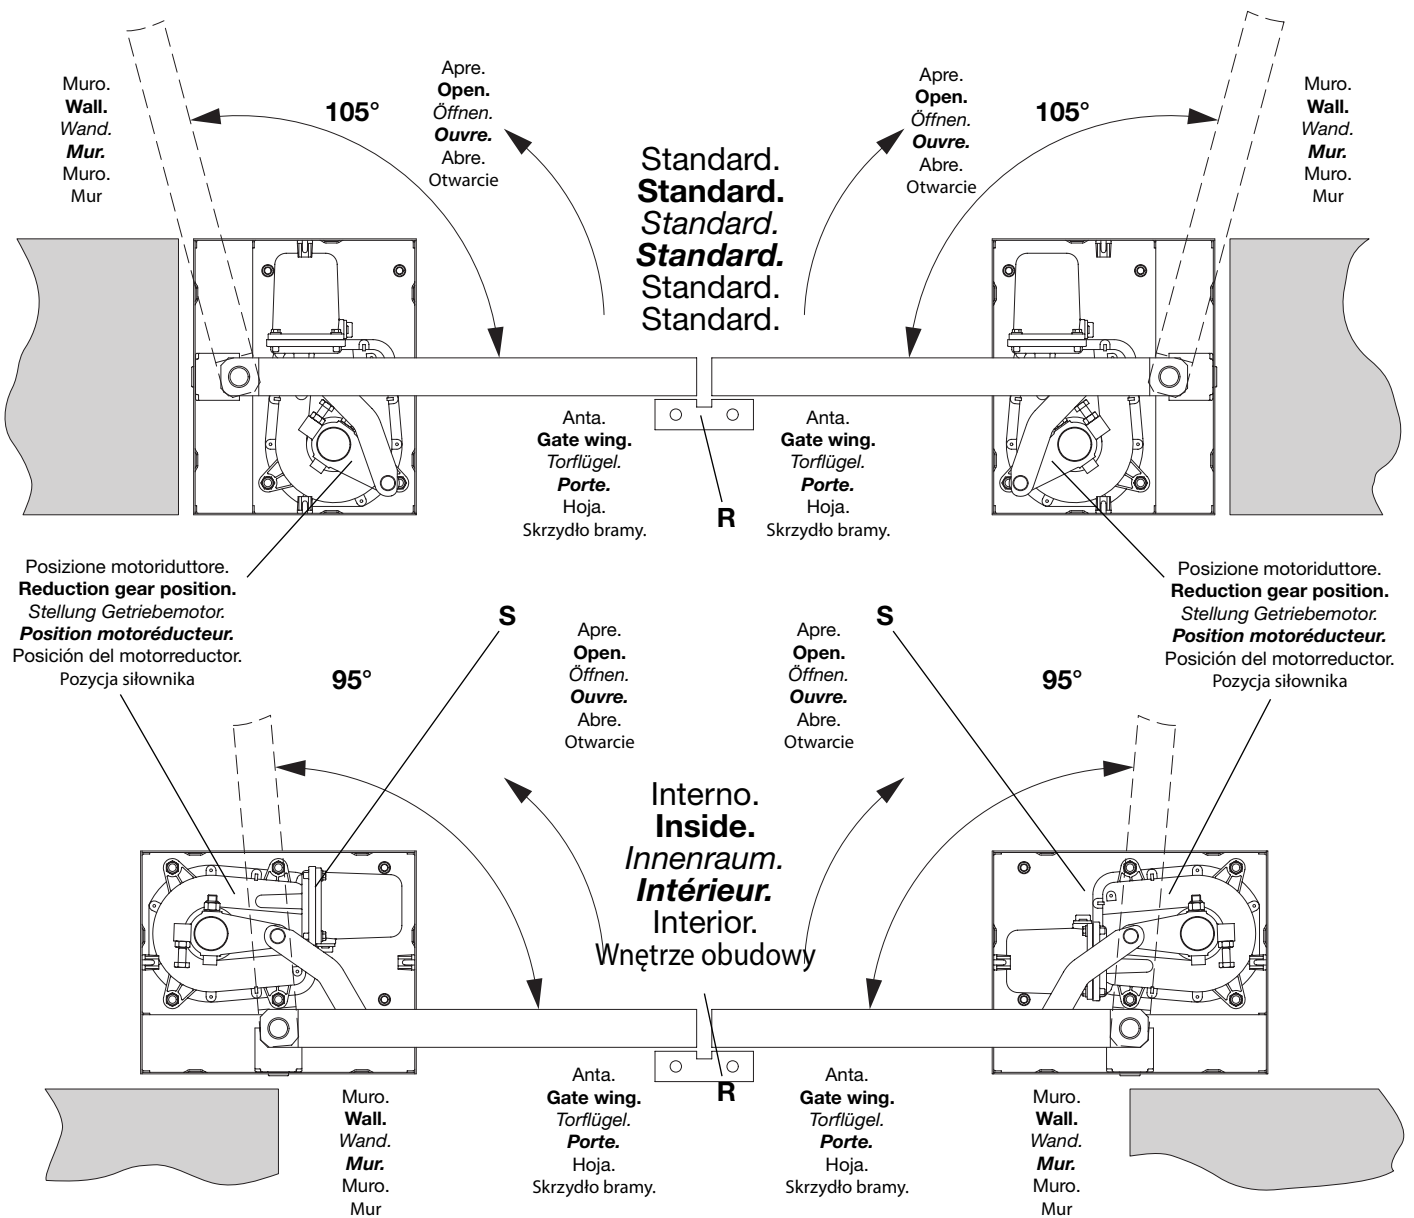

Fig.3
- 2 Fissare il motoriduttore alla cassa utilizzando n°4 dei 6 bulloni disponibili sulla cassa a seconda del montaggio (vedi fig. 3) ed i dadi autobloccanti forniti.